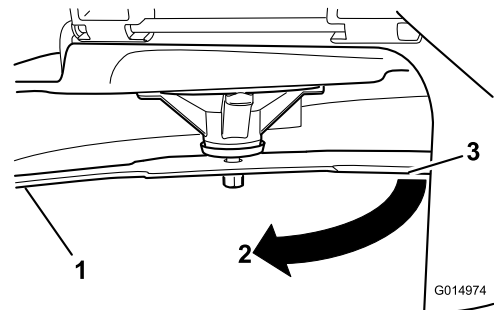

Figura 57
4. Gire la misma cuchilla 180 grados de manera que el otro extremo esté en la misma posición (**Figura 57**).